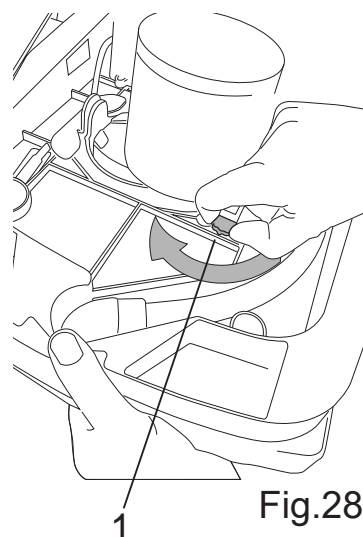

Fig.28
É possível variar a intensidade da tração rodando o manípulo (Fig.28-Ref.1); o manípulo está dividido em duas partes, uma de cor verde e uma de cor amarela:
- Com uma mão empurre para cima a escova/motor e, com a outra mão, rode o manípulo (Fig.28-Ref.1) para a posição desejada.